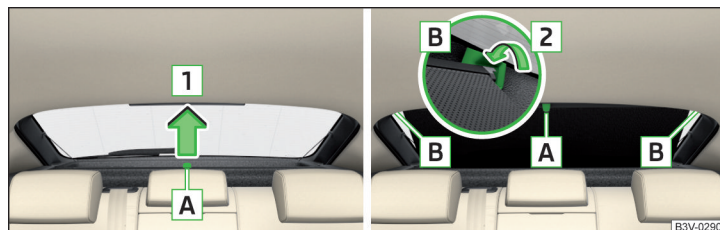

Fig. 79 Ruloul parasolar
- Pentru **protecție**, trageți afară ruloul parasolar de mâner **A** în sensul săgeții **1** și agățați-l în suportii magnetici **B** în sensul săgeții **2** » fig. 79.
- Pentru **adunare**, prindeți ruloul parasolar de mâner **A** și scoateți-l din suportii **B** în sensul opus săgeții **2** » fig. 79. Țineți ruloul parasolar în așa fel încât să se poată aduna încet și fără a se deteriora.